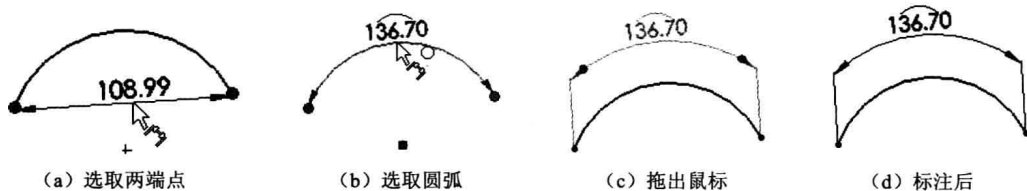

图 2-16 圆弧弧长的标注过程
(2) 标注圆弧的弧长: 依次选取圆弧的两个端点与圆弧, 在“修改”对话框中输入要标注的弧长值, 然后在要放置标注的位置单击即可。圆弧弧长的标注过程如图 2-16 所示。